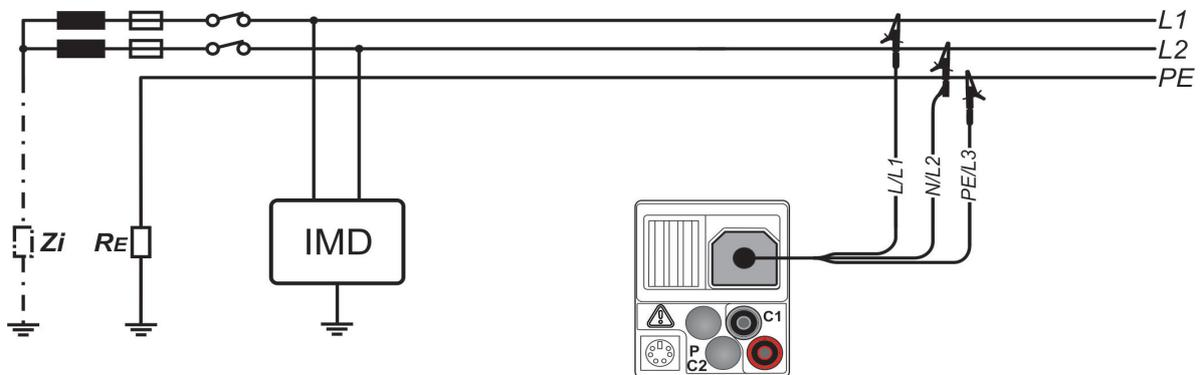

Abbildung 5.42: Anschluss der 3-Leiter-Prüfleitung
- Kontaktieren Sie die Prüfleitungen an das Prüfobjekt (siehe Abbildung 5.42 und 5.43).